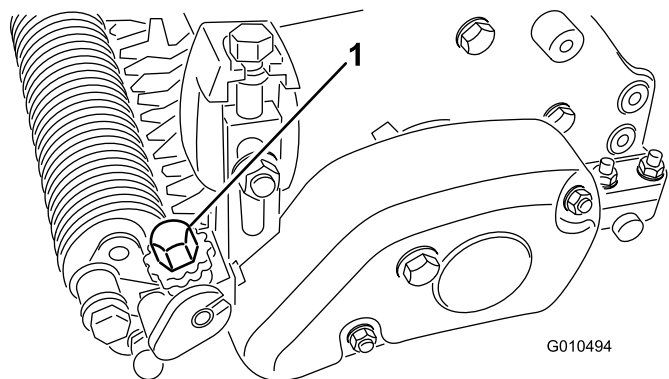

Figura 25
6. Gire el pomo de ajuste de la altura del acondicionador para elevar o bajar la punta de la cuchilla a la altura de acondicionado deseada (Figura 25).